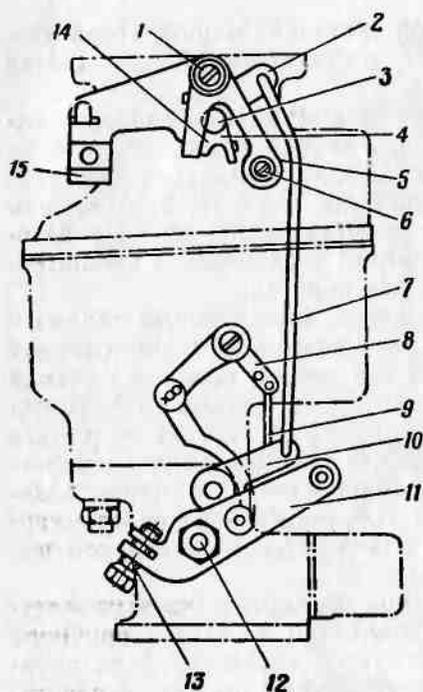

Рис. 82. Схема привода управления воздушной и дроссельной заслонками карбюратора:
Схема привода управления воздушной и дроссельной заслонками карбюратора показана на рис. 82. На оси 3 воздушной заслонки сидит рычаг 2. Пружина 4 стремится закрыть воздушную заслонку. Оболочка троса управления воздушной заслонкой крепится к правой части вильчатого рычага 5, на оси которого установлена пружина, стремящаяся держать воздушную заслонку открытой.
Когда двигатель начинает работать, клапан 10 (рис. 72) воздушной заслонки открывается и пропускает в смесительную камеру дополнительно воздух, чем устраняется переобогащение горючей смеси. Во время прогрева двигателя, когда кнопка воздушной заслонки вытянута примерно на половину своего хода, правая часть рычага 5 (рис. 82) отходит от выступа 14 рычага 2 и воздушная заслонка остается закрытой только под действием пружины 4.
Регулировка системы холостого хода карбюратора производится для получения минимально устойчивых оборотов двигателя при работе на холостом ходу. Регулировка осуществляется посредством двух винтов: упорным винтом 13 (рис. 82) рычага дроссельной заслонки регулируется величина открытия дроссельной заслонки, т. е. количество горючей смеси, поступающей в цилиндры, а винтом 1 (рис. 72) — качество смеси.
3. При помощи упорного винта 13 (рис. 82) рычага дроссельной заслонки установить минимально устойчивое число оборотов двигателя; винт 1 (рис. 72) регулировки качества горючей смеси может занимать любое положение.
5. Вывертывая упорный винт 13 (рис. 82), снизить обороты двигателя до минимально возможных; затем, вращая регулировочный винт 1 (рис. 72), найти максимально возможное число оборотов двигателя при данном положении упорного винта; после этого, устанавливая минимальные обороты вращением упорного винта или вращением регулировочного винта, найти такое положение обоих винтов, при котором двигатель работает на минимально возможных устойчивых оборотах.
Ход поршня ускорительного насоса регулируется соответственно времени года. Для этой цели рычаг 8 (рис. 82) привода ускорительного насоса имеет два отверстия. Величина хода поршня зависит от того, с каким из этих отверстий соединена тяга 9. Летом тягу следует соединить с первым отверстием рычага 8, а зимой — со вторым, считая от оси вращения.
1. Затянуть гайку 29 крепления направляющей стержня кнопки 26 к щитку приборов и винт крепления второго конца оболочки к кронштейну 15 (рис. 82).